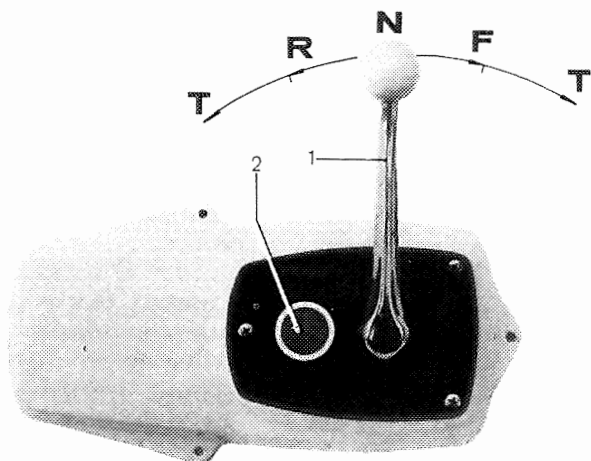

Figure 16 MV avec boîtier pour installation simple. Pour montage latéral.
1. Placez le levier de manœuvre au point mort et débrayez la commande de changement de marche en vous référant aux recommandations données sur les figures 16 et 17. Déplacez le levier de manœuvre d'environ 1/4 de sa course totale vers l'avant.
7. Placez le levier de manœuvre au point mort pour embrayer la commande de changement de marche (figures 16 et 17). Vous pouvez alors mettre le bateau en marche.